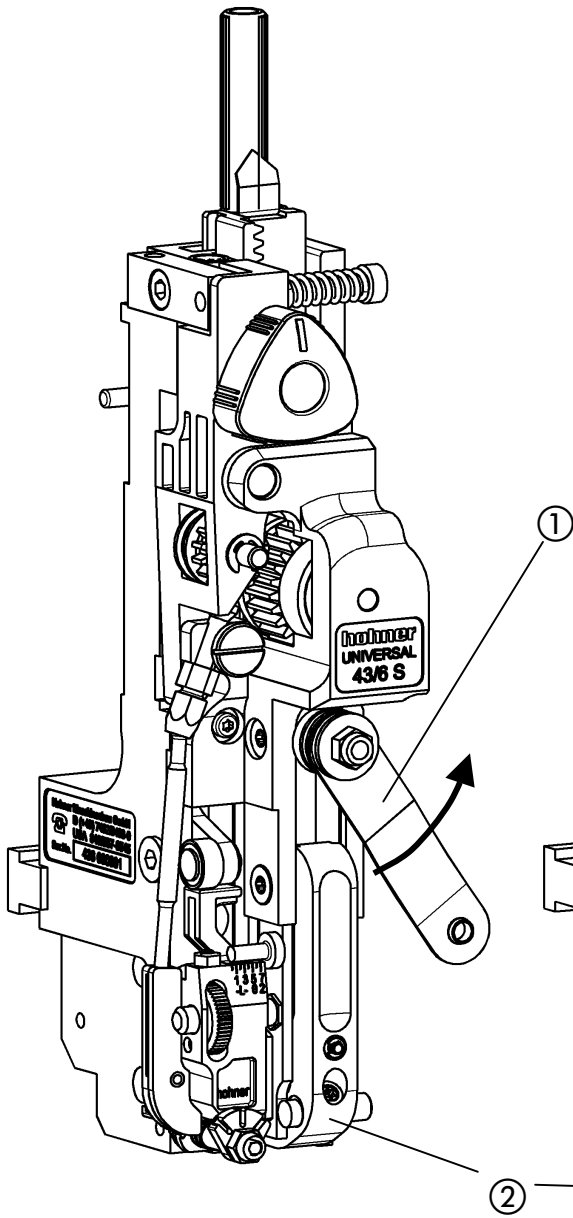
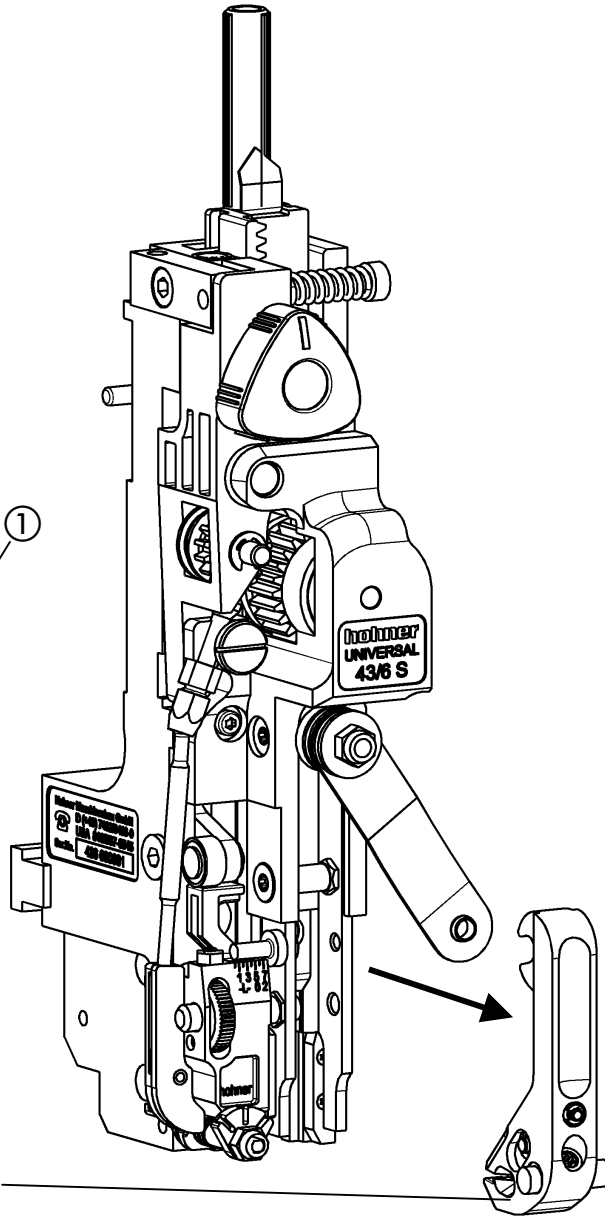

Fig. 23
Fig. 24
- Fig. 23, Fig. 24 -
- Desplazar lateralmente el muelle laminado ① y sacar el moldeador② hacia delante.